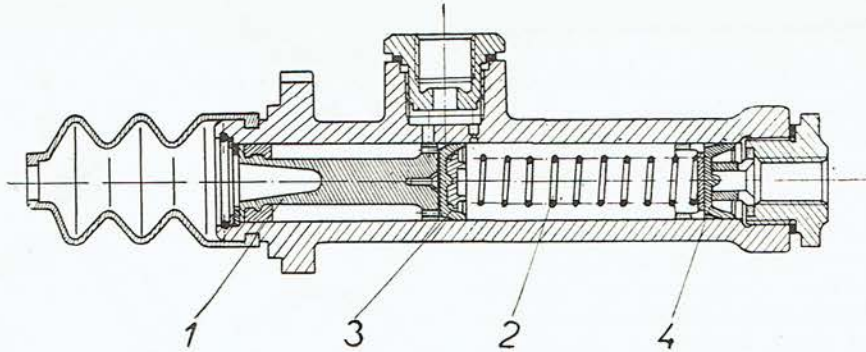

Abb. 133
3. Der Zylinder samt Staubkappe (Abb. 133) ist aus dem Halter herauszuschieben.
4. Die Staubkappe ist vom Druckbolzen abziehen, der Kolben (Abb. 133/1) herunterzudrücken, der Sicherungsring und die Unterlagscheibe sind abzunehmen. Die Feder (Abb. 133/2) drückt den Kolben gleichzeitig mit der Manschette (Abb. 133/3) aus dem Hauptzylinder heraus.
5. Die Feder und die zweite Manschette (Abb. 133/4), die am Zylinderboden verblieb, ist herauszunehmen.